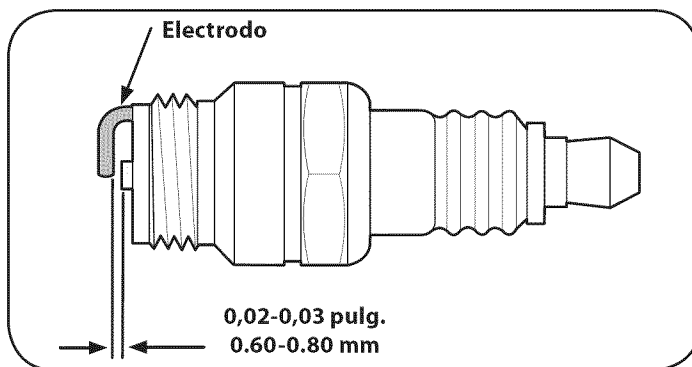

Figura 18
3. Mida la separación de bujía con un calibrador. Corrija de ser necesario torciendo el electrodo lateral. Vea la figura 18. La separación debe establecerse en 0,030 pulg.